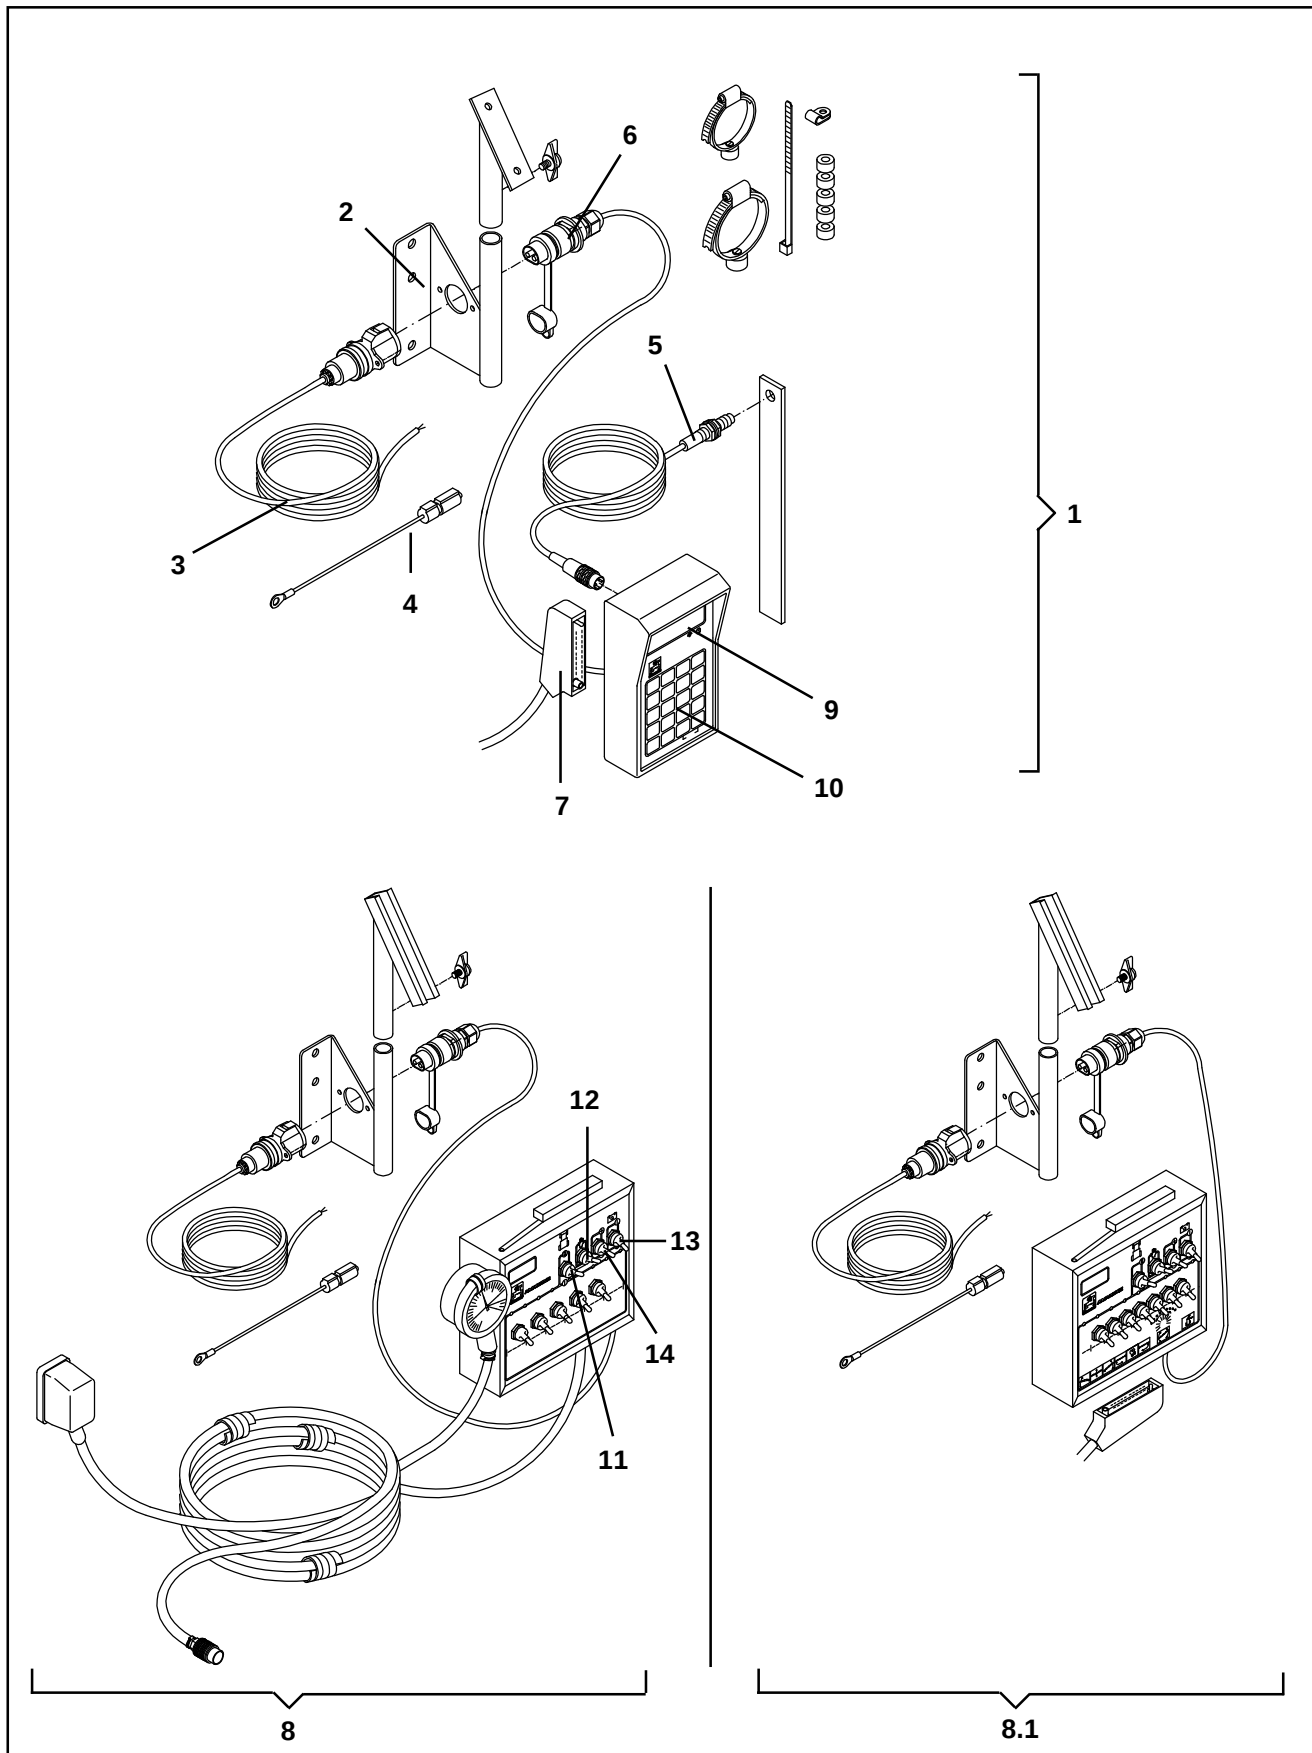

Fig. 8.7
- Sprøjten kobles til traktoren, "AMACHECK" tilsluttes betjeningspanelet over tilslutningsénheden (Fig. 8.7/ 7).